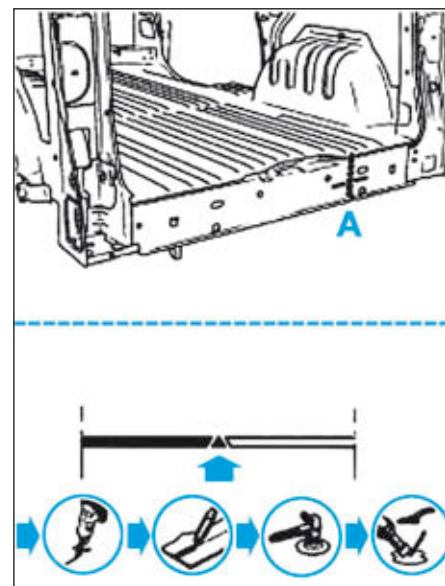

FIG.84
- Tracer puis découper la traverse inférieure (Fig.84).
- Souder par cordons MAG (Fig.84).